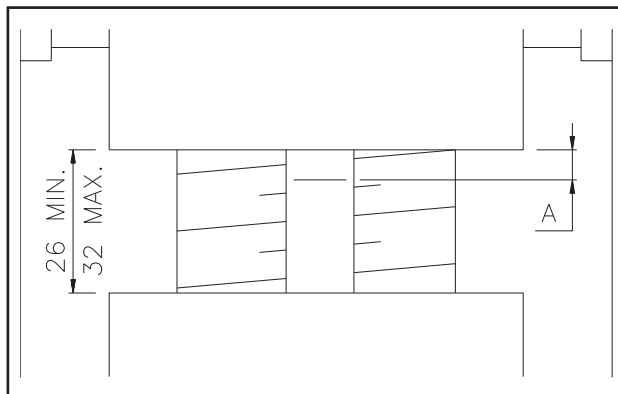

Fig. 23- Abb.23
- check dimension in Fig.23: For optimal operating conditions ensure  $A = 1.5 \text{ mm.}$
■ Contrôler la cote A (Fig. 23). Si A=1,5 mm: écrou en parfait état. Si A=0 mm: l'écrou est usé à 50%; la limite d'usure est atteinte. Faire remplacer l'écrou sans attendre. (Contacter le Centre Technique agréé).
- Die Höhe anhand der Abbildung 23 kontrollieren: bei A = 1,5 mm wird ein optimaler Betrieb gewährleistet; bei A = 0 mm ist das tragende Spiralgehäuse zu ca. 50% verschlissen und muß ausgewechselt werden. Es ist der autorisierte Kundendienst zu rufen.